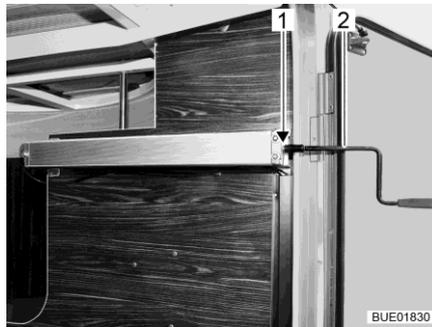

Fig. 131 Manovella nel garage di coda
- Fissare la manovella (Fig. 131,2) sul perno (Fig. 131,1).